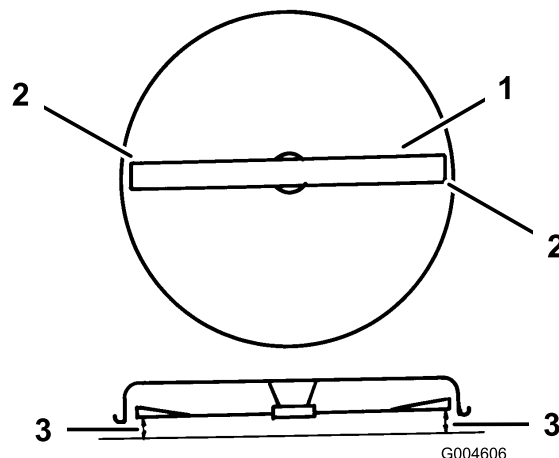

Bild 44
9. Drej forsigtigt skærekniven fra side til side (Bild 44).
10. Mål mellem de udvendige skærekanten og den plane overflade (Bild 44). Hvis begge mål ikke er inden for 5 mm, er en justering nødvendig. Se trin 11 til 14.